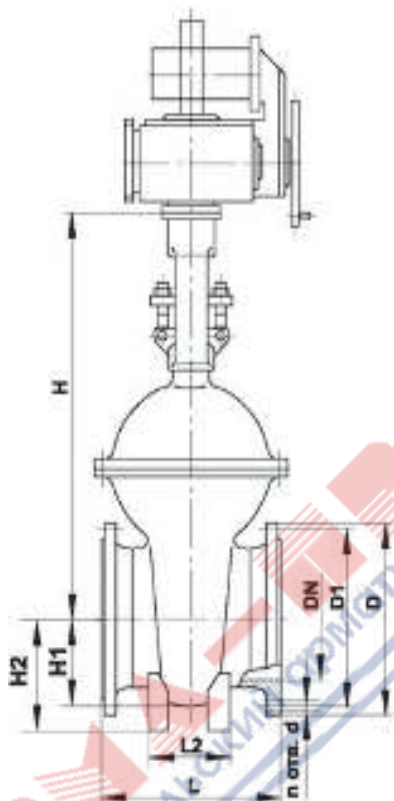

Рисунок 4. Задвижка с невидящим шпинделем
3.4.2 Полную разборку задвижки (см. рисунок 4) производить в следующем порядке: